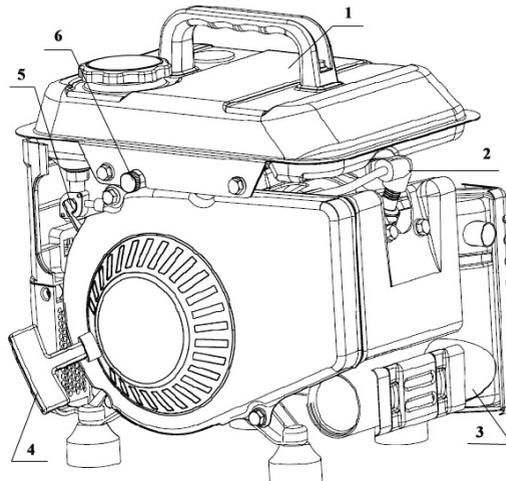

Рис. 2
**SRGE 1000iT** ( вид сзади ) ( Рис. 2).